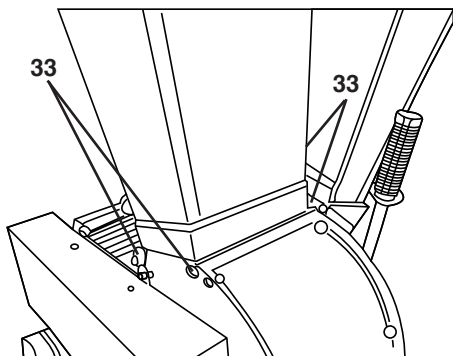

Figure 27
- Retirer la trémie supérieure en desserrant (non pas en dévissant) les 4 vis de fixation (**33**) (SW 15) (voir « Figure 27 »). Notez que la tige filetée pour le commutateur de sécurité doit être d'abord dévissée vers le haut (voir Page 7).